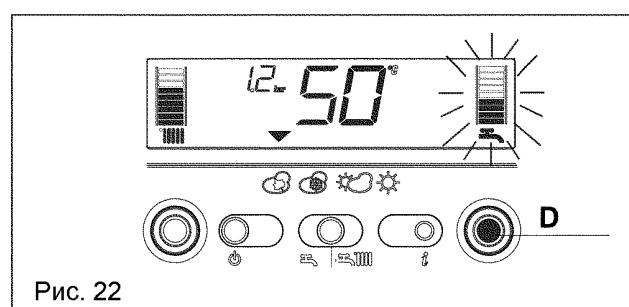

Рис. 22
**СЛУЧАЙ С** только отопление + бойлер с датчиком: для регулирования температуры горячей воды, находящейся в бойлере, поверните переключатель **D** (рис. 22): по часовой стрелке, чтобы увеличить температуру, против часовой стрелки – чтобы уменьшить ее.